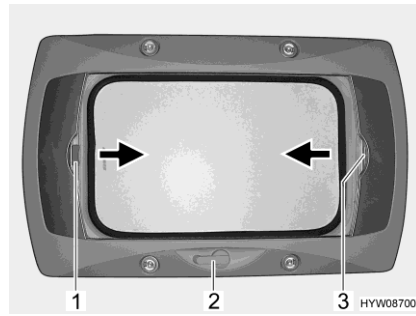

Bild 78 Vevmanövrerad taklucka
- Vrid på handveven (Bild 78,2) tills ett motstånd känns.
- Drag i plisségardinens handtag (Bild 78,3) i pilens riktning och släpp i önskad position. Plisségardinen stannar i denna position.
- Drag, med handtaget (Bild 78,1), insektsnätet till plisségardinens handtag (Bild 78,3) på den motsatta sidan, där det hakas i.
- Tryck insektsnätets handtag (Bild 78,1) bakåt, uppåt och haka av insektsnätet från plisségardinen (Bild 78,3).